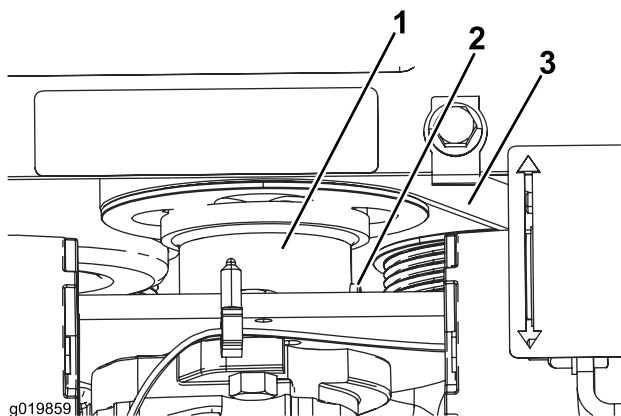

Figura 52
5. Allentate la vite di fermo sull'accoppiatore della trasmissione della pompa (Figura 52).
6. Abbassate l'accoppiatore lontano dalla puleggia (Figura 52).